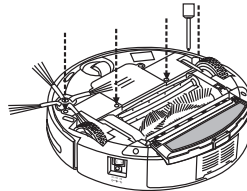

Рис. 1
1. С помощью отвертки отвинтите винт левого/правого колеса. (См. рис. 1)